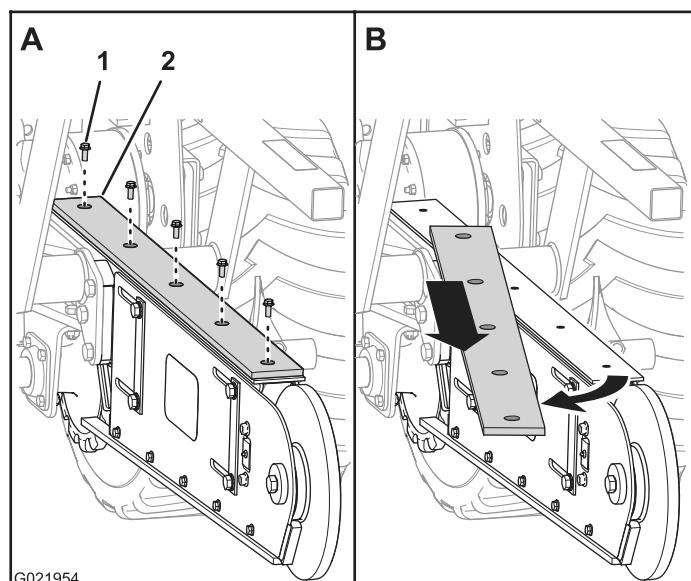

Figure 39
3. Retirez les 5 boulons qui fixent la bande d'usure au sommet de l'élinde (Figure 39).
- Déposez la bande d'usure (Figure 39).
- Alignez les trous de la bande d'usure neuve sur les trous au sommet de l'élinde (Figure 39).
- Fixez la bande d'usure au sommet de l'élinde au moyen des boulons retirés précédemment (Figure 39).